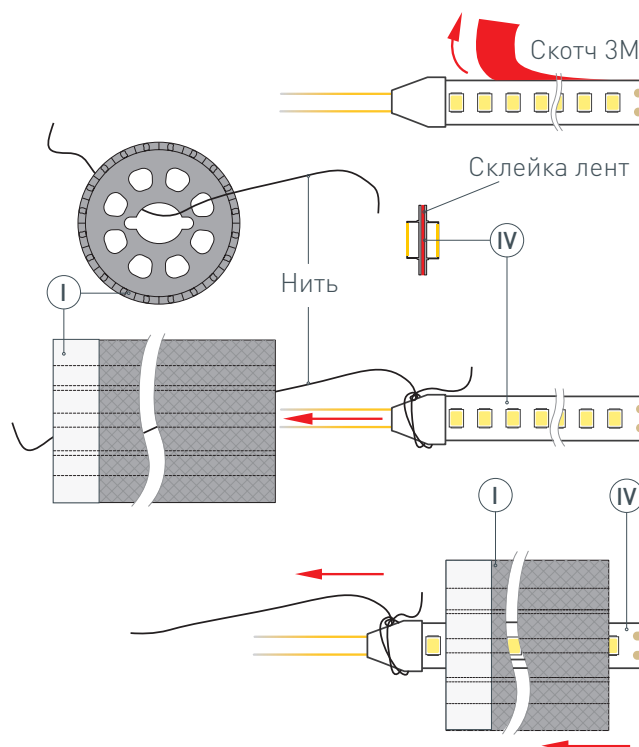

Рис. 1. Протяжка светодиодных лент (IV) в профиль (I), вид сверху
- 1 / ВАЖНО!** При необходимости разрезания профиля оберните место резки малярным скотчем, чтобы не допустить распускания оплетки. Закрепите подвесы (II) на поверхности и выведите наружу кабель от источника питания для светодиодной ленты. **ВАЖНО!** При создании из профиля фигуры с изгибами учитывайте, что длина используемой светодиодной ленты должна превышать длину профиля, необходимого для построения фигуры, — это поможет избежать заломов и отрыва кабелей питания ленты при сгибании профиля.
- 2 / ВАЖНО!** Не вытягивайте нить из профиля до монтажа светодиодной ленты в него! Установите\* светодиодные ленты (IV) в профиль (I). Для этого необходимо снять защитный слой со скотчей на светодиодных лентах (IV) и склеить ленты тыльными сторонами, чтобы можно было протянуть через профиль. Затем привязать нить (находится внутри профиля) с одной стороны профиля (I) к склеенным светодиодным лентам (IV), как показано на рис. 1. Чтобы втянуть ленты в профиль, сначала аккуратно поместите кабели питания светодиодных лент (IV) внутрь профиля (I), а затем, насколько это возможно, вставьте край светодиодных лент. Аккуратно потяните за нить с другой стороны профиля (I) и тем самым протяните\*\* светодиодную ленту (IV) в профиль (I). Отвяжите нить от светодиодной ленты. **! ЗАМЕНА ЛЕНТЫ.** Если понадобится заменить уже установленные в профиле светодиодные ленты, то необходимо проделать те же действия: привяжите нить к светодиодным лентам с одной стороны профиля, аккуратно потяните ленту с другой стороны профиля. Таким образом, нить снова окажется внутри профиля, готовая для повторного использования.